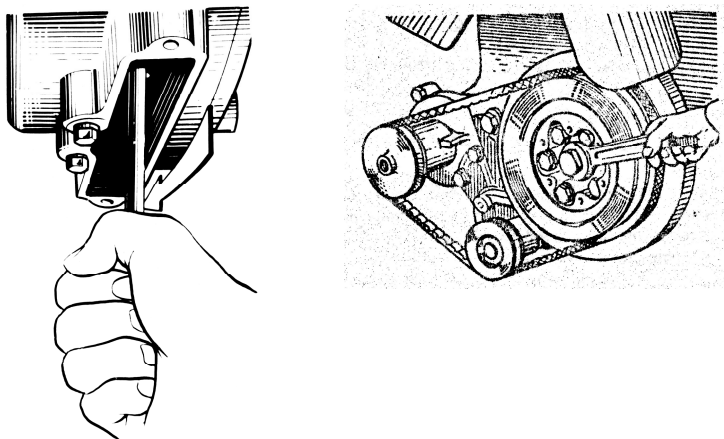

Рис. 61. Проворачивание коленчатого вала
- 4 Проворачивая коленчатый вал по часовой стрелке (при виде со стороны вентилятора) спереди ключом за болт крепления шкива или сзади ломиком за маховик через люк в нижней части картера маховика, используя отверстия в маховике (рис. 61), установить момент, когда впускной клапан первого цилиндра полностью поднимется (то есть закроется). Продолжая вращать коленчатый вал, провернуть его еще примерно на $1/3$ оборота ($\approx 120^\circ$). Это положение коленчатого вала соответствует такту сжатия в первом цилиндре и оба клапана этого цилиндра будут закрыты.
Вращать коленчатый вал можно ключом за болт крепления шкива коленчатого вала или ломиком за отверстия в маховике (рис. 61) при снятой крышке люка картера маховика.